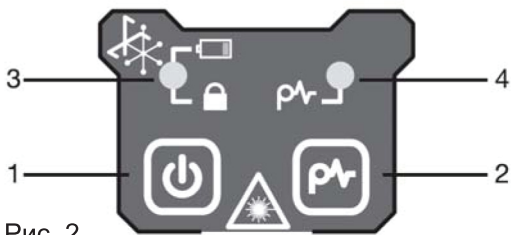
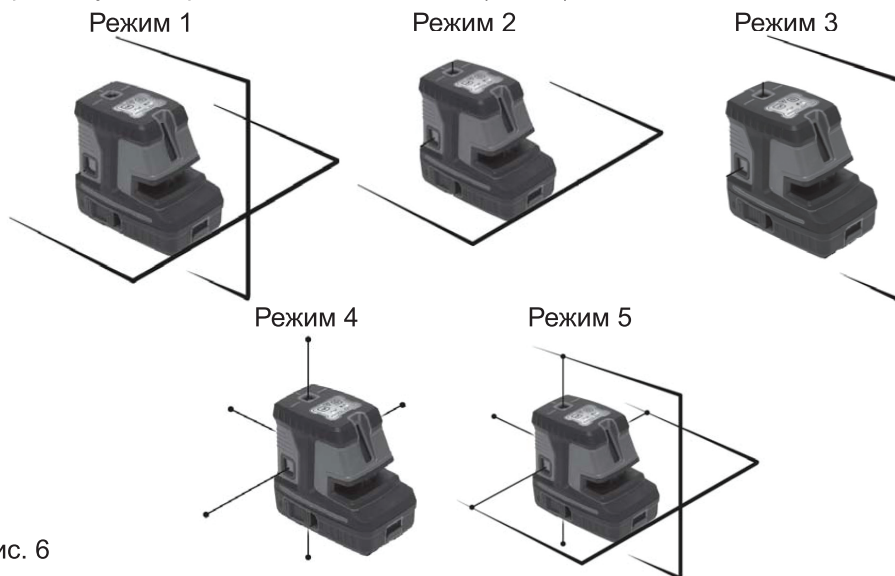

Рис. 2
Рис. 6
При низком заряде элементов питания индикатор 3 (Рис. 2) будет мигать.
Для включения прибора нажмите кнопку включения 1 (Рис. 2) на панели управления
**Примечание!** При заблокированном компенсаторе световой сигнал отклонения от вертикали не подается. Индикатор блокировки компенсатора 3 (Рис. 2) горит.
Нивелир имеет 5 режимов работы лазерных лучей. При включении прибора кнопкой 1 (Рис. 2) включается первый режим работы (Рис. 6). Режимы работы лазерных лучей переключаются кнопкой 1 (Рис. 2)
Для активации режима работы с приемником нажмите на кнопку 2 (Рис. 2). При включенном режиме работы с приемником горит индикатор 4 (Рис. 2)
Для выключения режима работы с приемником нажмите еще раз на кнопку 2 (Рис. 2). Индикатор 4 (Рис. 2) погаснет.